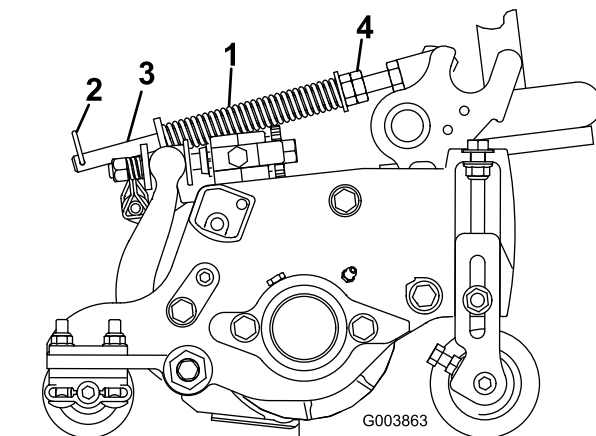

Рисунок 87
Пружина компенсации состояния грунта переносит вес с переднего на задний каток (Рисунок 87). Это препятствует образованию на грунте волнообразных неровностей (так называемых «волн» или «трясок»).
1. Убедитесь, что игольчатый шплинт вставлен в заднее отверстие штока пружины (Рисунок 87).
2. Затяните шестигранные гайки в передней части штока пружины так, чтобы сжатая длина пружины стала равна 12,7 см на машине с 5-дюймовыми режущими блоками или 15,9 см на машине с 7-дюймовыми режущими блоками (Рисунок 87).